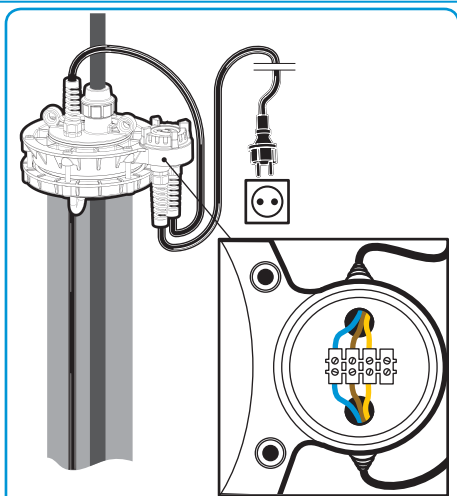

Рисунок 4.
- В оголовках с индексом «Б», имеющих базовую (стационарную) часть, в основании выполнена клеммная коробка, закрываемая резьбовой герметичной крышкой. Коробка имеет гермовводы питающего сетевого кабеля и электрокабеля насоса. В коробке закреплена винтовая клеммная колодка для быстрой коммутации питающего кабеля и кабеля насоса. Подключение производится по схеме (рисунок 4).